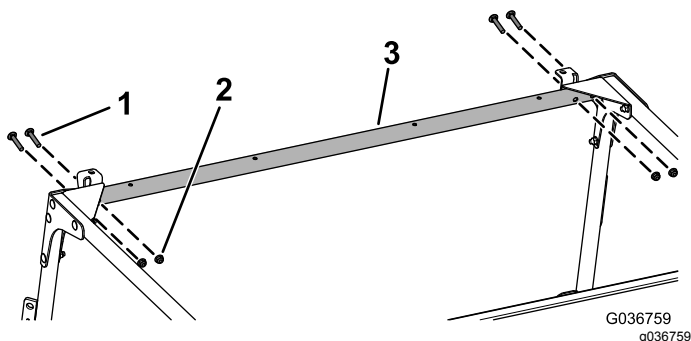

図 30
9. 前取り付けブラケットに前クロスリンクを仮止めするキャリッジボルト5/16 x 1 $\frac{1}{4}$ インチ4本と、フランジナット5/16 インチ4本を使用して図 30 のように取り付ける。